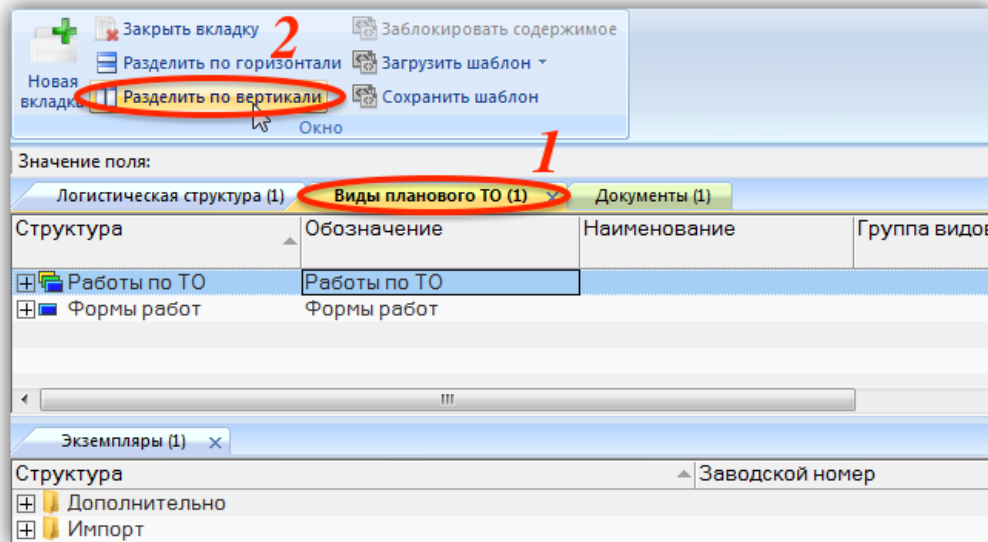
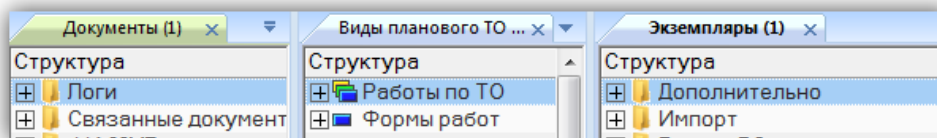

Рис. 5-71 – Использование кнопок панели «Окно» для создания новой группы окон
Рис. 5-72 – Результат действия кнопки «Разделить по вертикали»
На рис. 5-71 изображены две группы основных рабочих окон, расположенных одна под другой. Если выбрать одну из вкладок верхней группы (1) и нажать кнопку «Разделить по вертикали»  (2), то активная вкладка будет выделена в новую группу и все группы основных рабочих окон будут размещены рядом друг с другом, то есть вид разделения изменится с горизонтального на вертикальный (рис. 5-72).